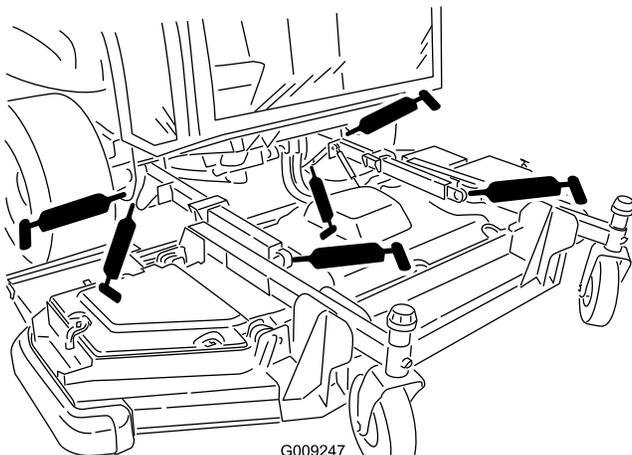

Figure 81
- 2 bagues de bras de levage (Figure 81)
- 2 rotules de bras de levage (Figure 81)
- 2 pivots de vérins de levage de plateau avant (Figure 81)